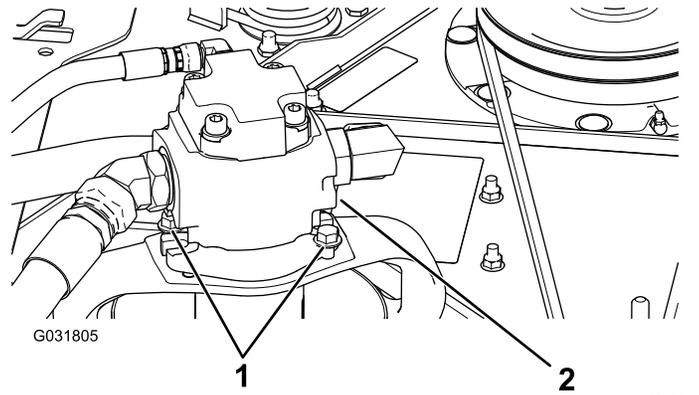

Рисунок 125
- Снимите болты крепления гидромотора к режущему блоку (Рисунок 125).